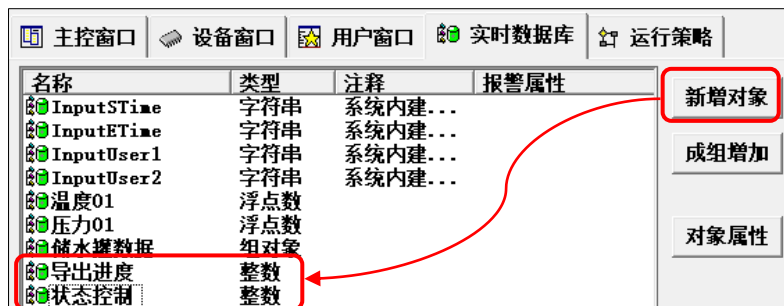

图 5.2-29 新增对象
- ① 新增对象：使用章节 5.2.3 工程，在“实时数据库”中新增 2 个整数对象“导出进度”、“状态控制”，如图 5.2-29。